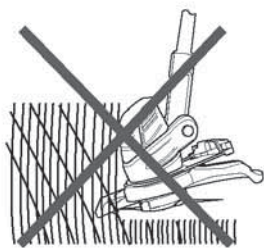
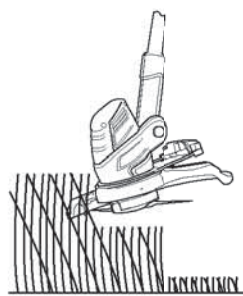

Fig. 28
Fig. 29
- > Gardez l'accessoire de coupe propre en enlevant au fur et à mesure les résidus végétaux qui pourraient le bloquer. Examinez régulièrement l'appareil. Relâchez le bouton marche/arrêt (3) et décrochez la batterie avant d'examiner l'appareil.
- > N'essayez pas de couper les herbes hautes d'un seul coup : procédez toujours par étapes (Fig. 28). Une coupe par étapes donne de meilleurs résultats (Fig. 29).